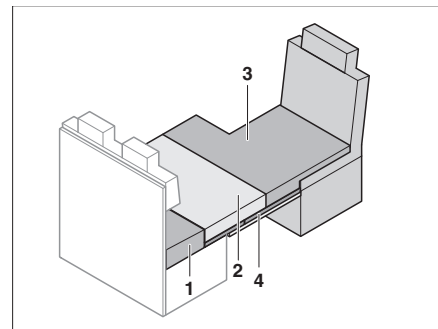

Fig. 164 Après la transformation
- Placer le coussin supplémentaire (Fig. 164,3) sur le siège conducteur.
- Placer le coussin d'assise (Fig. 164,2) sur le support pour lit de secours.